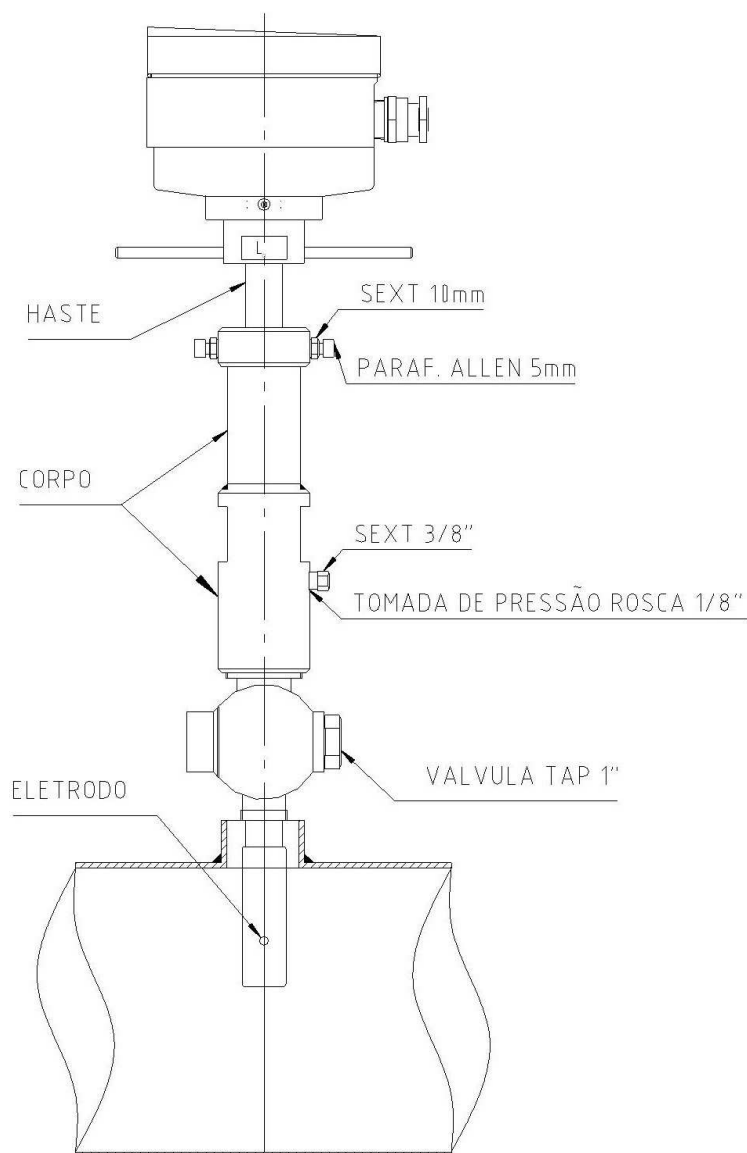

Figura 8
- Ajustar a haste do medidor, afrouxando os parafusos Allen 5 mm e as porcas sextavadas, até que a marca em vermelho da haste fique tangente ao anel, conforme **figura 8**.
- a. Afrouxar as porcas sextavadas e os parafusos Allen e puxar cuidadosamente a haste do medidor até visualizar a marca em vermelho. Esta deve ficar tangente ao anel, conforme **figura 8**. Nesta posição a válvula deve ser fechada.